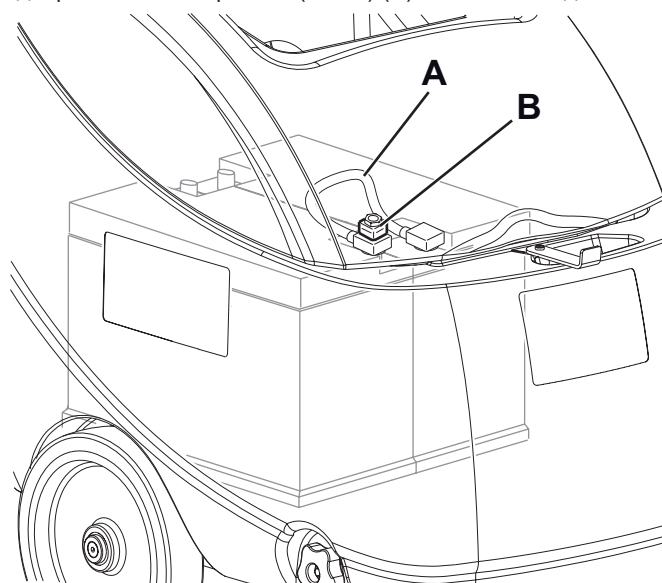

Рис. 11
1. Отсоедините соединитель аккумуляторной батареи (29).
2. Снимите бачок с восстанавливающей водой (30), как показано в главе «Использование».
3. Проверьте или замените предохранитель батареи F0 (125 А) (В) на кабели подключения батареи (А, рис. 11).